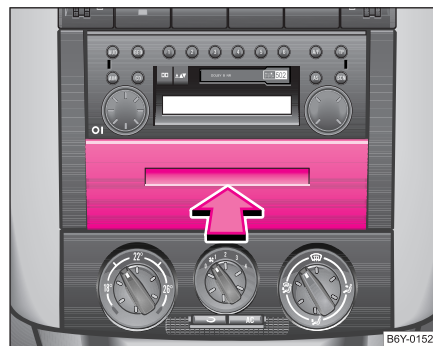

Fig. 78 Cuadro de interruptores: Compartimento guardaobjetos extraíble
- Presione la parte central del compartimento guardaobjetos ⇒ fig. 78, éste saldrá. ►